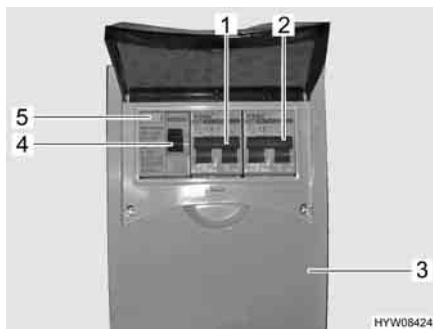

Fig. 136 Scatola dei fusibili a 230 V con interruttore di sicurezza e interruttore automatico FI
Un interruttore di sicurezza per correnti di guasto (interruttore automatico FI) (Fig. 136,5) nella scatola dei fusibili (Fig. 136,3) protegge l'intero veicolo da correnti di guasto (0,03 A).
L'interruttore di sicurezza collegato in serie (10 A) (Fig. 136,1) protegge le prese da 230 V, la centralina elettrica, il caricabatteria supplementare e il frigorifero.
Per veicoli con accessori opzionali, p. es. il riscaldamento ad aria calda con riscaldatore elettrico a immersione o l'impianto di climatizzazione a tetto, un ulteriore interruttore di sicurezza (16 A) (Fig. 136,2) protegge l'apparecchio.
- Se il veicolo è collegato all'alimentazione a 230 V, premere il tasto di controllo (Fig. 136,4). L'interruttore di sicurezza per correnti di guasto (FI) deve scattare.